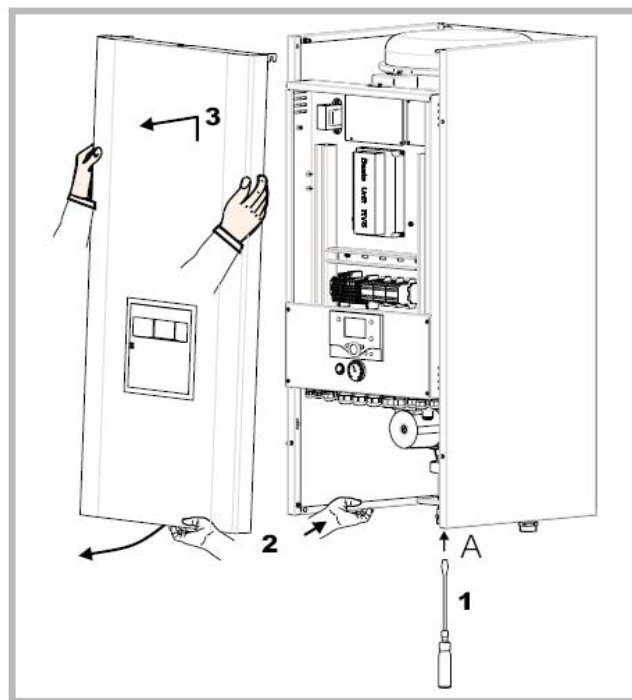

Рис. 16 – отсоединение лицевой панели
- 1, 2, 3 : отсоедините лицевую панель (2 винта А, рис. 16)